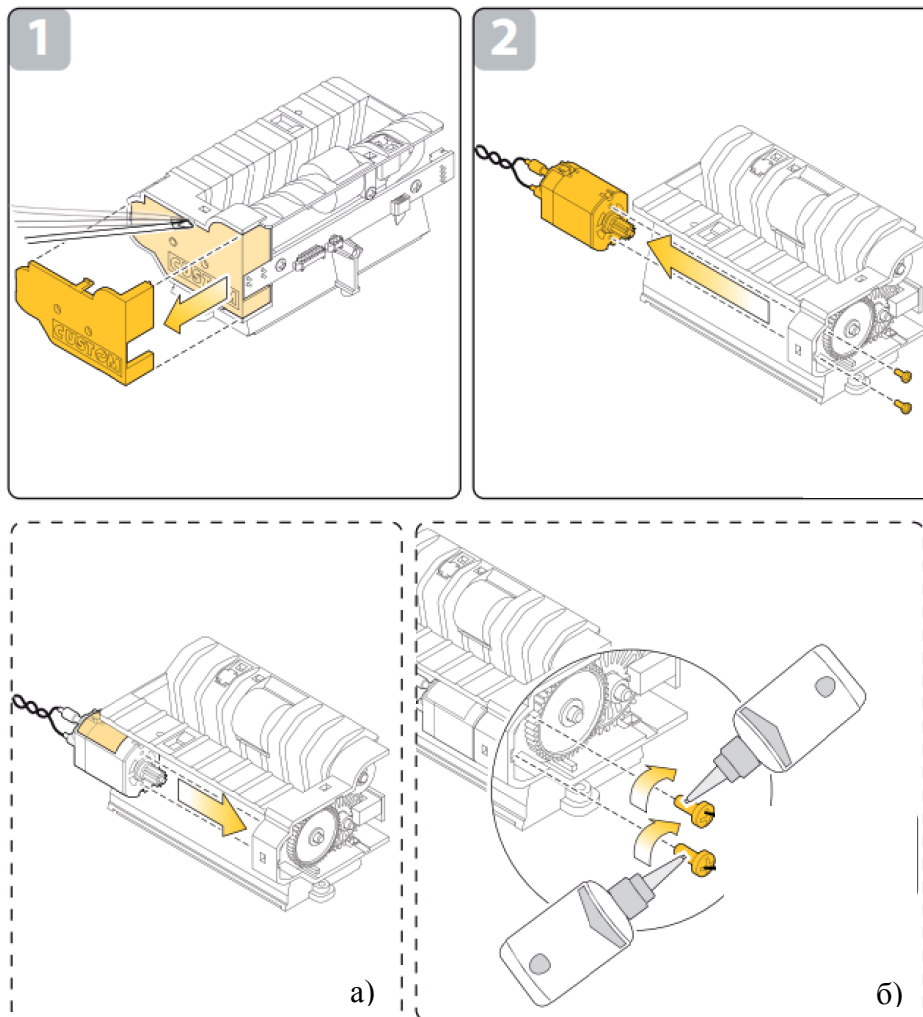

Рисунок 5.21 - Отсоединение двигателя презентера
- вставить двигатель презентера в шасси презентера желтой этикеткой с маркировкой вверх, как показано на рисунке (Рисунок 5.21 а);
- завинтить два винта (усилие крутящего момента $20 \text{ сН} \times \text{м}$), крепящие двигатель презентера, и зафиксировать их (Рисунок 5.21 б)).